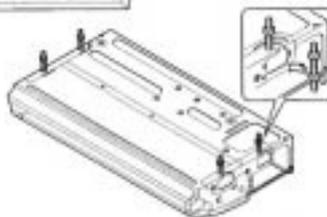

Fig. 14
6. Para algumas situações especiais, também é possível montar a unidade sem a remoção do suporte de montagem. (Fig. 14)